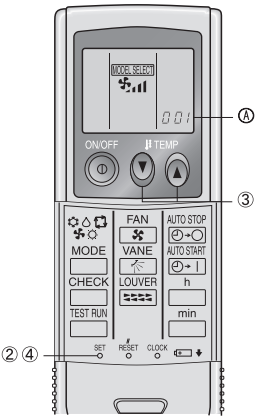

Fig. 6-7
1) Preparación inicial (Fig. 6-7)